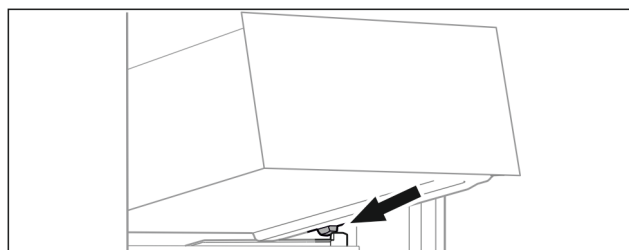

Fig. 96
- ▶ Predal postavite v poševnem položaju za zaustavljalniki na nastavek za posodo. (glejte Fig. 96)